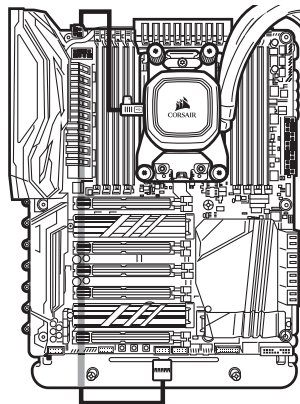

figure 3
- EN** > Connect each fan RGB cable to the pump RGB connector (figure 3).
- FR** > Branchez chaque câble RGB du ventilateur aux connecteurs RGB de la pompe (figure 3).
- DE** > Schließen Sie das Kabel jedes RGB-Lüfters an die Anschlüsse der RGB-Pumpe an (Abbildung 3).
- NL** > Sluit de RGB-kabel van elke fan aan op de RGB-connector van de pomp (afbeelding 3).
- IT** > Collegare ciascun cavo RGB delle ventole al connettore RGB della pompa (figure 3).
- PL** > Podłącz przewód RGB każdego wentylatora dołącza RGB na pompce (rysunek 3).
- SC** > 连接每一条风扇 RGB 电缆到泵 RGB 连接器 (图 3)。